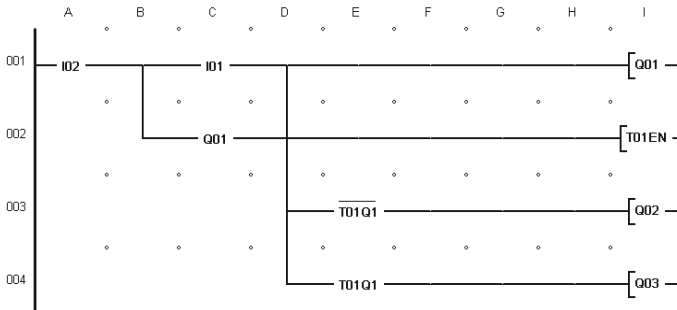

Рис. 9.7. Схема соединений №2
Схема соединений (программа, рис. 9.7). При нажатии кнопки SB1 на входе реле замыкается контакт I01 в схеме соединений, он устанавливает сигнал логической «1» на выходе Q1, что обеспечивает включение пускателя KM1. Замыкающим контактом Q01 запускается реле времени T01. Его размыкающий контакт T01Q1 в начале процесса пуска замкнут и обеспечивает по выходу реле Q2 включение пускателя KM2 при схеме соединения обмоток статора двигателя в «треугольник». По истечении выдержки времени реле T01 его размыкающий контакт размыкается, а замыкающий T01Q1 замыкается (строка 4), обеспечивая включение пускателя KM3 и схемы соединения фазных обмоток двигателя в «треугольник».
Порядок выполнения лабораторной работы. В программе EASY-SOFT в режиме **Схема соединений** собрать схему, представленную на рис. 9.7. Установить выдержку времени реле T01 на замыкание контакта 3 с, перейти в режим **Имитация**. В панели инструментов во вкладке **Принцип работы I/R** установить контакты I1 как замыкающий, а I2 как размыкающий без фиксации. Щелчком по кнопке **Показание** выбрать в открывшемся меню вывод на индикацию выходов реле (Q). Открыть вкладку **Входы I** и включить выполнение режима **Имитация**. Щелкнув по изображению контакта I1 во вкладке **Входы I**, наблюдать в панели свойств последовательность изменения состояний выходов Q1-Q3.